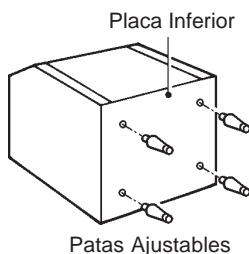

Fig. 2
- 1) Atornille las cuatro patas proporcionadas (accesorio de la cubeta) en la cara inferior de la Cubeta de Almacén. Ver Fig. 2.